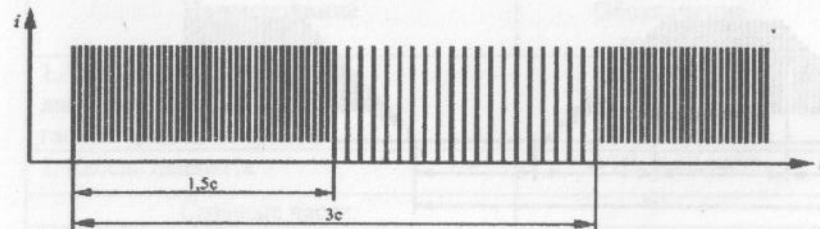

Рисунок 4
- 2.2.4. Короткий период КП – чередование серий импульсов тока вида ОН с сериями импульсов тока вида ДН (рисунок 4).